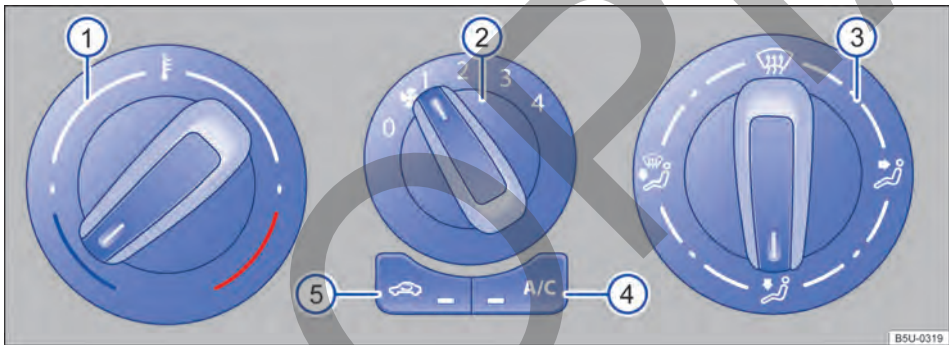

Fig. 71 Comandos del aire acondicionado.
- *Aire acondicionado*: girar el regulador del ventilador al nivel 0 → fig. 71 ②.
- *Aire acondicionado*: girar el regulador giratorio izquierdo → fig. 71 ① para regular la respectiva temperatura.
- *Aire acondicionado*: girar el regulador del ventilador → fig. 71 ②.
- *Aire acondicionado*: girar el regulador de la derecha → fig. 71  a la posición deseada.
- Girar el botón de distribución de aire → **fig. 71** **3** a la posición ; en esta posición el modo de recirculación de aire se apaga automáticamente.